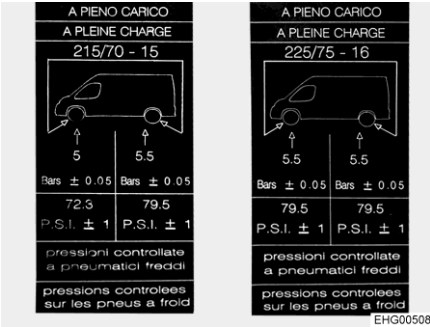

Bild 116 Hinweisaufkleber zum Reifendruck an B-Säule (Beispiel)
- ▷ Hinweisaufkleber mit dem benötigten Reifendruck sind auf der Innenseite der B-Säule angebracht (siehe Bild 116).